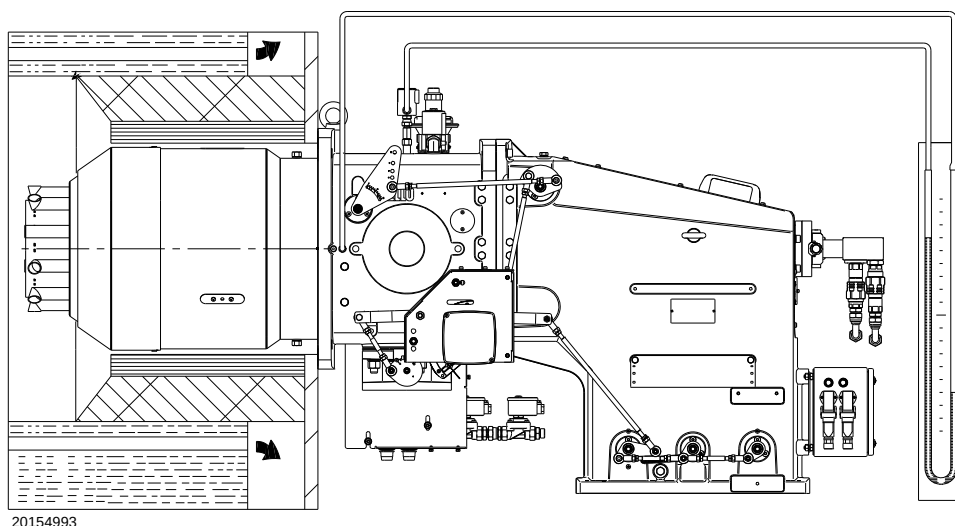

图 30
- 安装一个U型压力计或差压计 (图 30)，使其插座(+)端连接管路接口的燃气压力处，(-)端连接到炉膛。压力表读数用来计算燃烧器最大出力。
燃气是否到的燃烧头可通过 U 型压力表 (图 30) 或 P1 压力测试点的压力计查看。